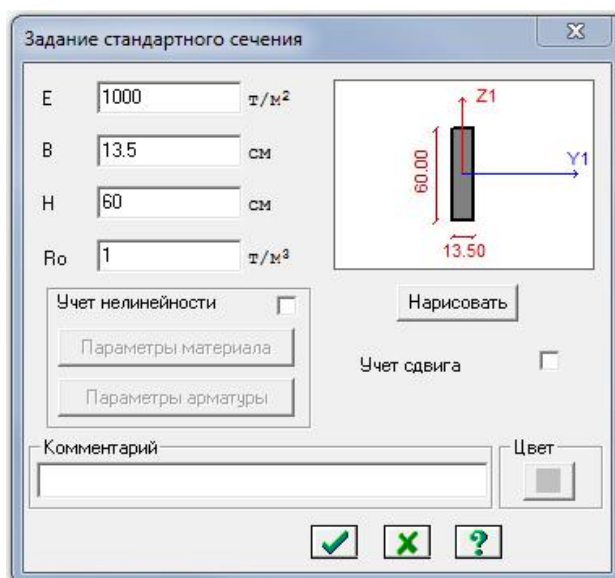

Рис. 3.11 Диалоговое окно Задание стандартного сечения
□ В этом окне щелкните по кнопке **Добавить** и в библиотеке жесткостных характеристик щелкните по первой закладке **Стандартные типы сечений** и дважды щелкните на эскизе **Брус**. В окне **Задание стандартного сечения** введите данные согласно рис. 3.11 и нажмите **Нарисовать** □ **Подтвердить**.